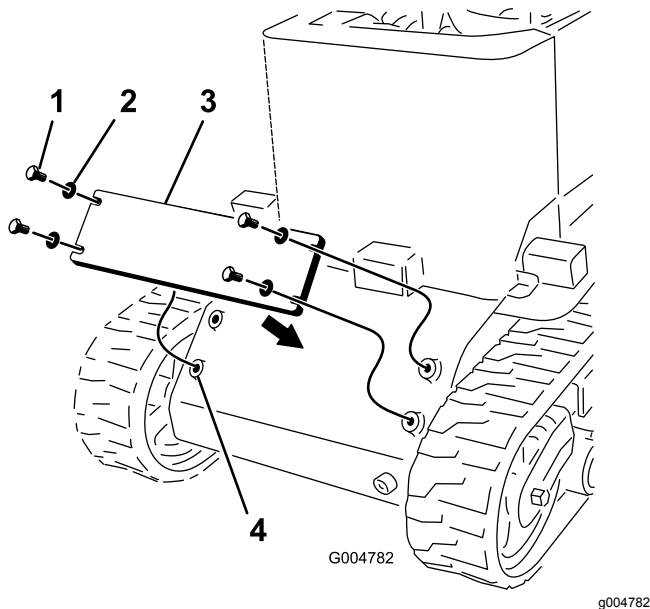

Figure 6
1. Appliquez du frein-filet sur les 4 boulons ($\frac{1}{2}$ " x $1\frac{1}{4}$ "), puis utilisez les boulons assortis de 4 rondelles pour fixer le contrepoids à l'avant de la machine (Figure 6).